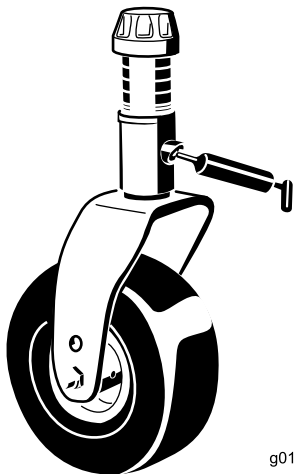

Figura 47
- Casquillo (1) del eje de la horquilla de las ruedas giratorias (Figura 47)
- Casquillos del pivote del brazo tensor (1) (situados en el brazo tensor)